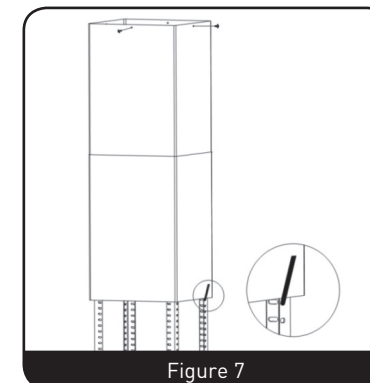

Figure 7
5. Fixez la cheminée supérieure sur la plaque de fixation avec 4 vis autotaraudeuses. Insérez la cheminée inférieure sur les barres d'angle et relevez-la jusqu'à ce qu'elle soit juste sous la cheminée supérieure. (Figure 7)